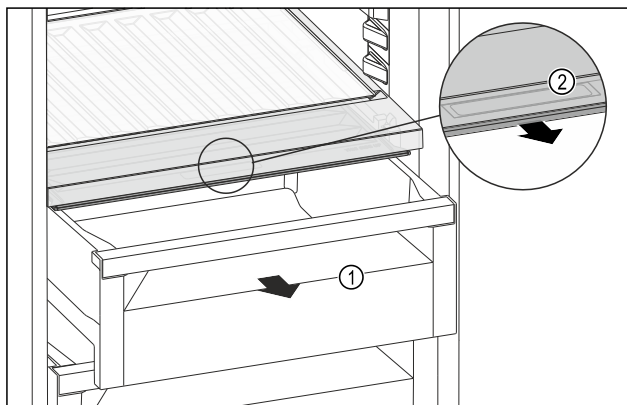

Fig. 93
- Estrarre il cassetto Fig. 93 (1).
- Afferrare la maniglia incassata Fig. 93 (2) sul coperchio dello scomparto e tirare allo stesso tempo in avanti il coperchio dello scomparto.